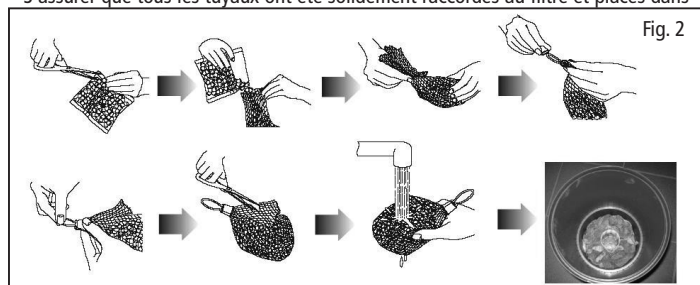

Fig. 2
- La masse filtrante biologique doit être placée dans la cuve du filtre tel qu'il est indiqué sur l'illustration (sauf Pressure-Flo Clean 700/2500) (fig. 2).
- Vérifier que le couvercle du filtre (A) est verrouillé solidement avec la manette de blocage du couvercle (H) et que le joint torique du couvercle (I) est correctement positionné dans sa rainure.